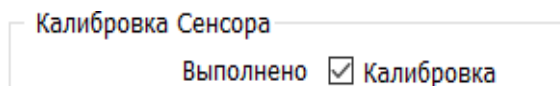

Рис. 15. Статус калибровки «Выполнено».
6. Нажать и отпустить кнопку «Подтвердить калибровку», после чего данная кнопка переименуется в «Калибровать ноль». Калибровка нуля завершена. Статус калибровки будет отображаться как показано на Рис. 15.
6. Нажать и отпустить кнопку «Подтвердить калибровку», после чего данная кнопка переименуется в «Калибровать диапазон». Калибровка диапазона завершена. Статус калибровки будет отображаться как показано на Рис. 15.